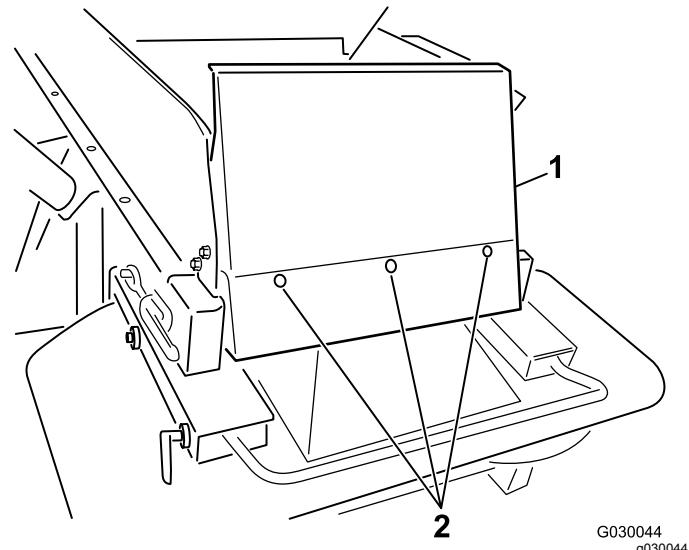

Figura 7
6. Instale el protector de la tolva usando los pernos de cabeza de botón (1/4" x 5/8") y las contratuerzas de nylon suministrados (Figura 7).